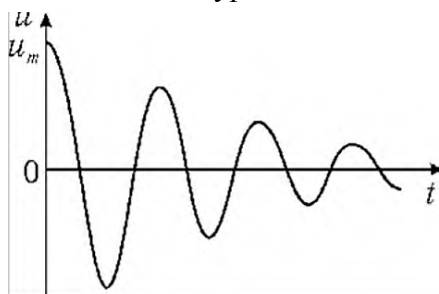
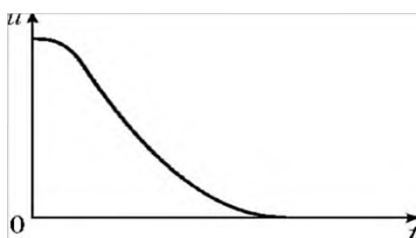
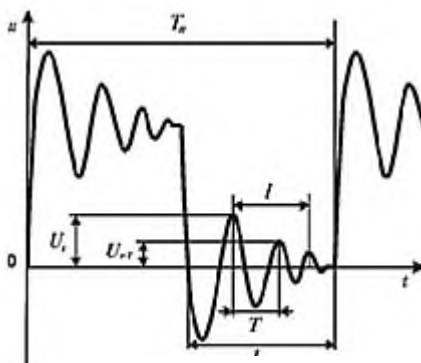

Рис.2. Затухающие колебания
Рис. 3. Апериодический разряд
Рис. 4. Осциллограмма
При протекании тока энергия, сообщенная контуру при зарядке конденсатора, превращается в тепловую, которая выделяется в резисторе  $R$ . Поэтому колебания затухают. На рис. 2 показан график изменения напряжения  $U = q/C$  на обкладках конденсатора с
По мере увеличения коэффициента затухания период колебаний растет, стремясь к бесконечности при  $\delta = \omega_0$ . Это означает, что колебания в цепи сменяются апериодическим разрядом конденсатора (рис. 3). Сопротивление контура, при котором возникает такой разряд, называют критическим. Величина  $R_{кр}$ , согласно условию  $\delta = \omega_0$  и с учетом формул (2),(4), определяется выражением:
Для наблюдения затухающих колебаний напряжение  $u$  с обкладок конденсатора колебательного контура подают на вход  $Y$  осциллографа. Конденсатор подключен к генератору сигналов специальной формы, настроенному на выдачу униполярных импульсов. В течение первой половины периода напряжение  $u$  на конденсаторе равно ЭДС источника. Через половину периода напряжение  $u = 0$  В. В контуре начинаются свободные затухающие колебания. Осциллограмма этих колебаний показана на рис. 4.
Амплитуды напряжения на конденсаторе  $U_t$  и  $U_{t+T}$  (см. рис. 4), необходимые для расчета логарифмического декремента  $\lambda$  по формуле (7), можно измерить в делениях шкалы  $Y$  осциллографа. Для измерения периода колебаний  $T$  проводят предварительную калибровку оси времени осциллографа по известному периоду  $T_{\text{и}}$ . При этом определяют цену деления оси  $X$  как отношение  $m = T_{\text{и}}/2l_0$ , (с/дел.). В результате измеряемый период затухающих колебаний
$l_0$  – число делений, соответствующее отрезку времени, равному половине периода колебаний  $T_{\text{и}}$  (см. рис. 4);  $n$  – целое число полных колебаний на отрезке оси длины  $l$ . По измеренным значениям  $\lambda$  и  $T$  с помощью формулы (8) определяют экспериментальное значение коэффициента затухания  $\delta$ . Критическое сопротивление контура  $R_{\text{кр}}$  находят опытным путем, наблюдая изменение вида зависимости  $u(t)$  по мере увеличения активного сопротивления контура  $R$ . Признаком выхода на режим апериодического разряда конденсатора является получение кривой  $u(t)$ , не содержащей колебаний (см.рис. 3).
4. На осциллографе получите осциллограмму вида, показанного на рис. 4, устанавливая амплитуду импульсов кнопками регулировки амплитуды сигнала блока генераторов (поз. 10, см. рис. 1 на стр. 93). Устойчивое изображение кривой обеспечивается регулировкой осциллографа ручками установки частоты развертки и блока синхронизации, а необходимые размеры осциллограммы можно задать с помощью ручек «Усиление X» и «Усиление Y». При этом, изменяя усиление по оси X, добейтесь, чтобы отрезок  $l_0$  занял всю сетку экрана. Значение  $l_0$  запишите в табл. 1.
8. Увеличивая сопротивление реостата  $R_p$ , наблюдайте изменение затухания колебаний и переход осциллограммы от вида на рис. 2 к виду, показанному на рис. 3. Минимальное сопротивление цепи, при котором получена осциллограмма вида рис. 3, есть  $R_{кр}=R_k+R_p$ . Запишите значение  $R_{кр}$  в табл.1.